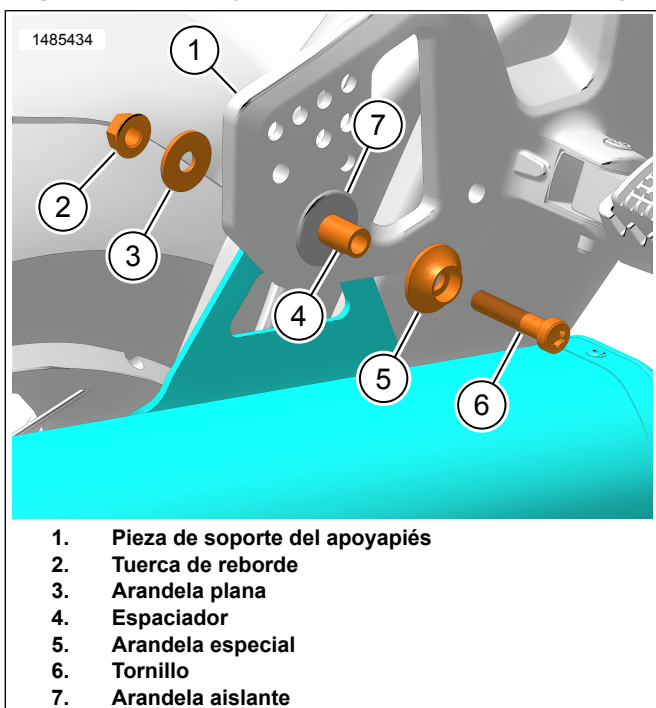

Figura 5. Elementos de sujeción del silenciador
- a. Alinee la pieza de soporte del montaje (2) con el agujero.
5. Figura 5 Coloque la pieza de soporte del silenciador detrás de la pieza de soporte del apoyapiés del pasajero (1).
- a. Alinee los componentes e instale el espaciador (4).
- a. Use fijatornillos en los tornillos (6).
10. Figura 5 Apriete el tornillo (6).